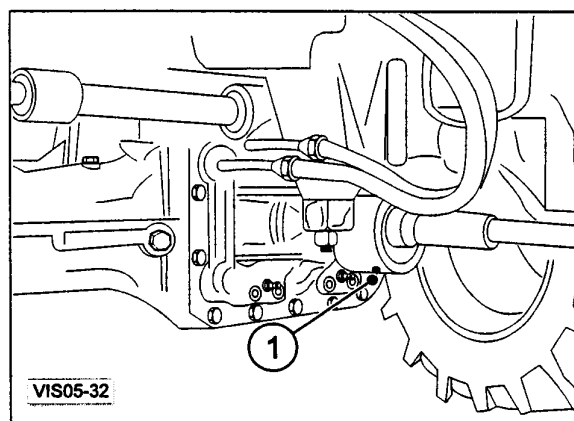
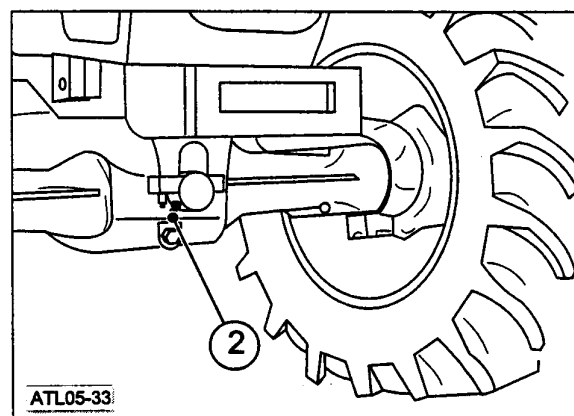

Fig.5-32 Eje delantero.
Fig.5-33 Eje delantero.
- Casquillos del perno central de oscilación del eje delantero (1, Fig.5-32 y 2, Fig.5-33)